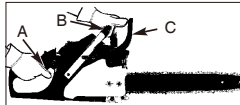

Рисунок 10
3. Возьмитесь правой рукой за заднюю рукоятку (А) (рис. 10).
- 4.левой рукой крепко возьмитесь за переднюю рукоятку (В) [но не за рычаг ТОРМОЗА ЦЕПИ (С)] (рис. 10).
5. Нажмите на курок газа на 1/3 хода, а затем сразу же активируйте рычаг ТОРМОЗА ЦЕПИ (С) (рис. 10).